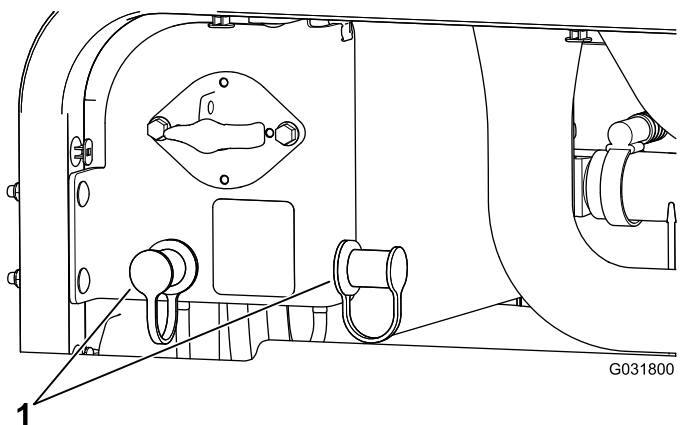

Figura 114
3. Togliete i coperchi dai poli di avviamento (Figura 114).